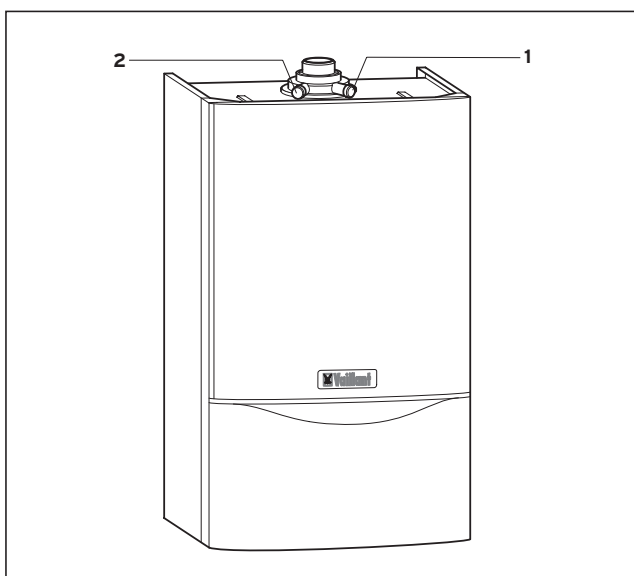

Fig. 3.16 Măsurări în modul „coșar” (la aparat)
- Efectuați măsurările pe calea de gaze arse la ștuțul de verificare (1) (fig. 3.16). Măsurările pe calea de aer pot fi efectuate la ștuțul de verificare (2).